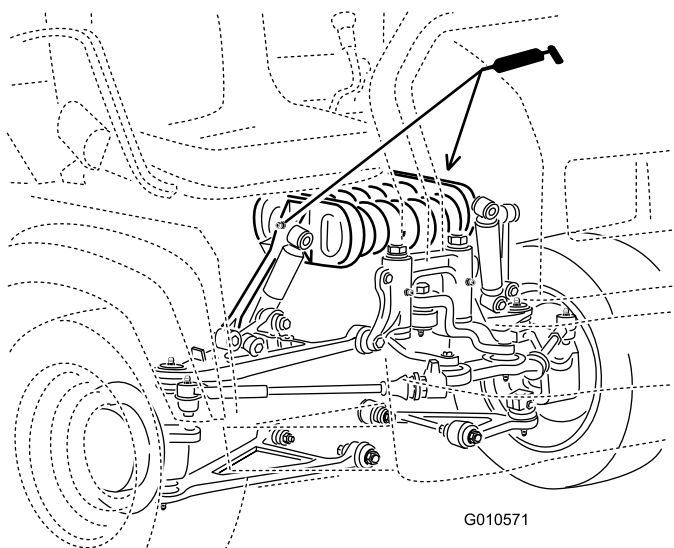

Figura 30
- Suport arc (2); consultați Figura 30